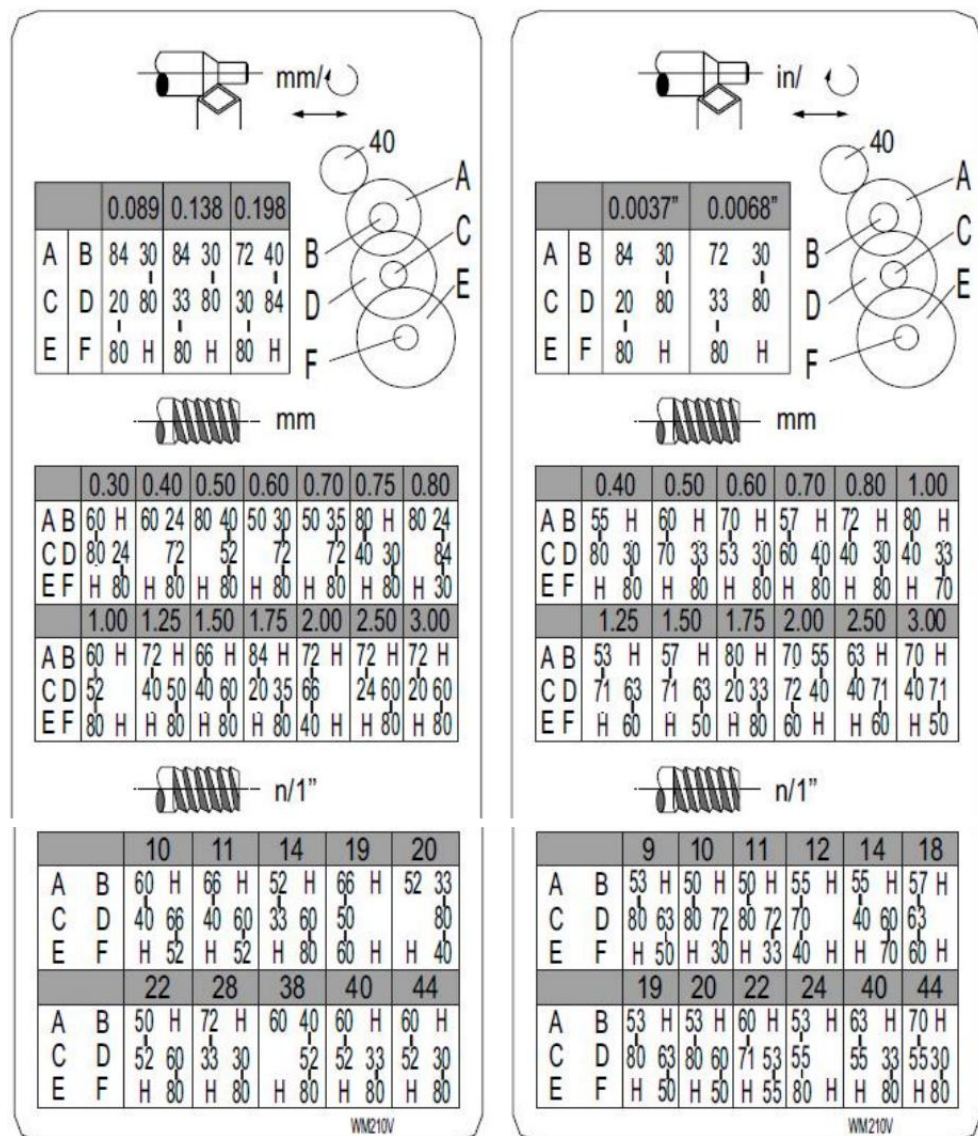

Fig . 20
6. Montera växelkopplingarna enligt gäng- och matningstabellen (Fig.20) och skruva fast kugghjulen på kvadranten igen.
stigningsplatta (fig. 20)
ställ in maskinen till önskad gängstigning (enligt till de gängningsdiagram , Fig . 20). start de maskin och engagera de hälften mutter . när de När verktyget når delen kommer det att skära den första gängningen. när det också når slutet av snittet, stoppa maskinen genom att vrida de motor av och vid